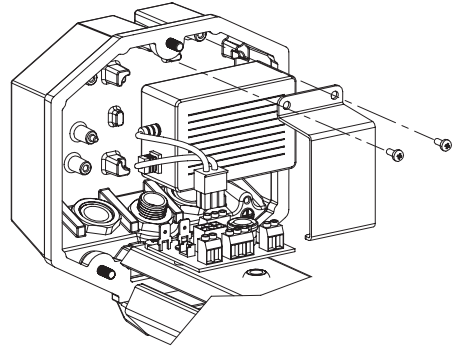

Fig. 8
- Das Netzteil mit der entsprechenden Halterung und den beiliegenden Schrauben an der Gehäuseplatte (Fig. 8) befestigen.
Netzteil 100-240V AC (Fig. 8)